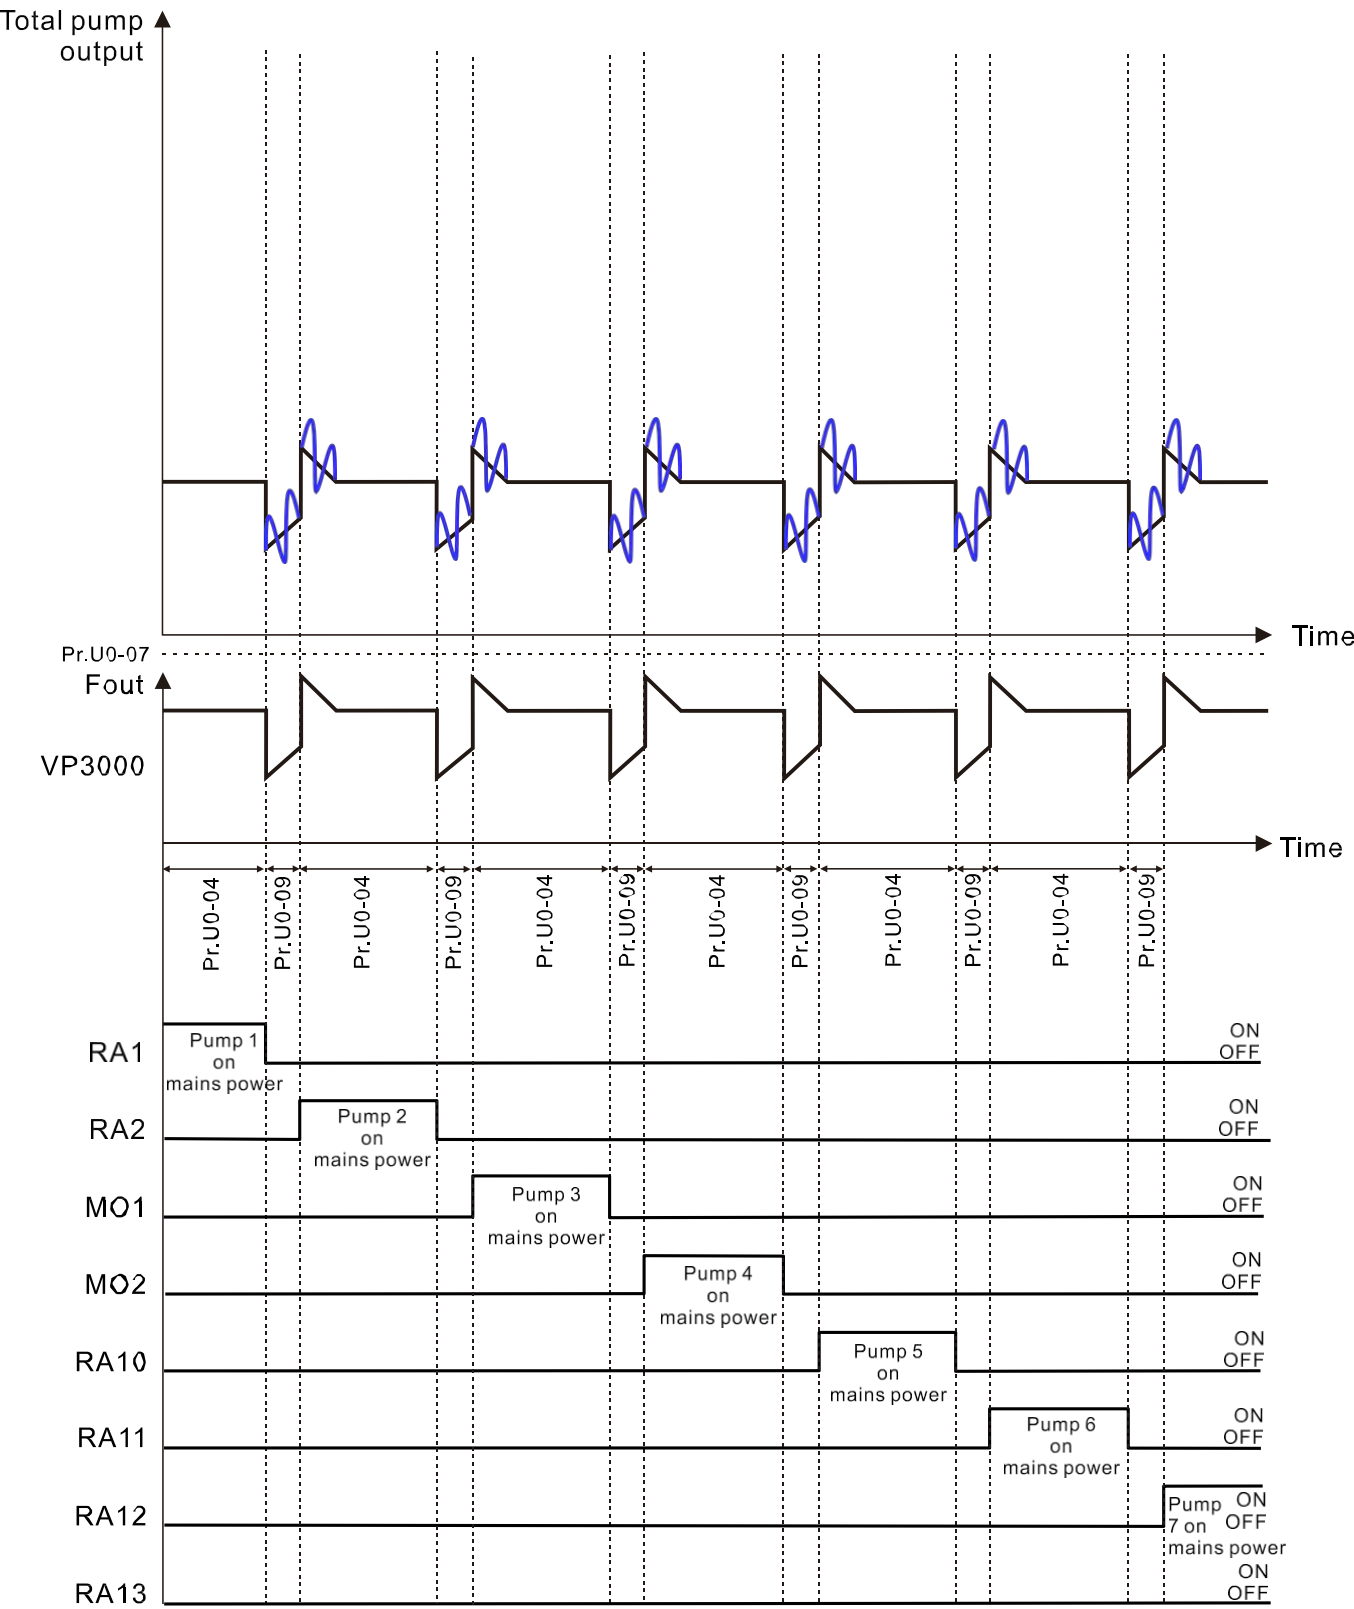

Рисунок 18 Ситуація 1 Послідовність
- Система підтримує до 8 комплектів насосів у режимі керування циркуляцією за параметрами QTY + Time. Коли для забезпечення водопостачання системи потрібні лише два насоси для балансування тиску, а привід змінного струму керує одним комплектом головних насосів, а мережеве живлення подає на один допоміжний насос, спочатку вимкніть перший допоміжний насос (Насос 1) відповідно до параметра Pr.U0-04 (Час циркуляції) на час, встановлений у параметрі Pr.U0-09 (Час затримки активації допоміжного насоса), а потім запустить інший допоміжний насос (Насос 2). Після наступного циклу підрахунку вимкніть поточний допоміжний насос, а наступний допоміжний насос (Насос 3, див. Рисунок 18) запуститься після часу, встановленого у параметрі Pr.U0-09 (Час затримки активації допоміжного насоса), і так далі.